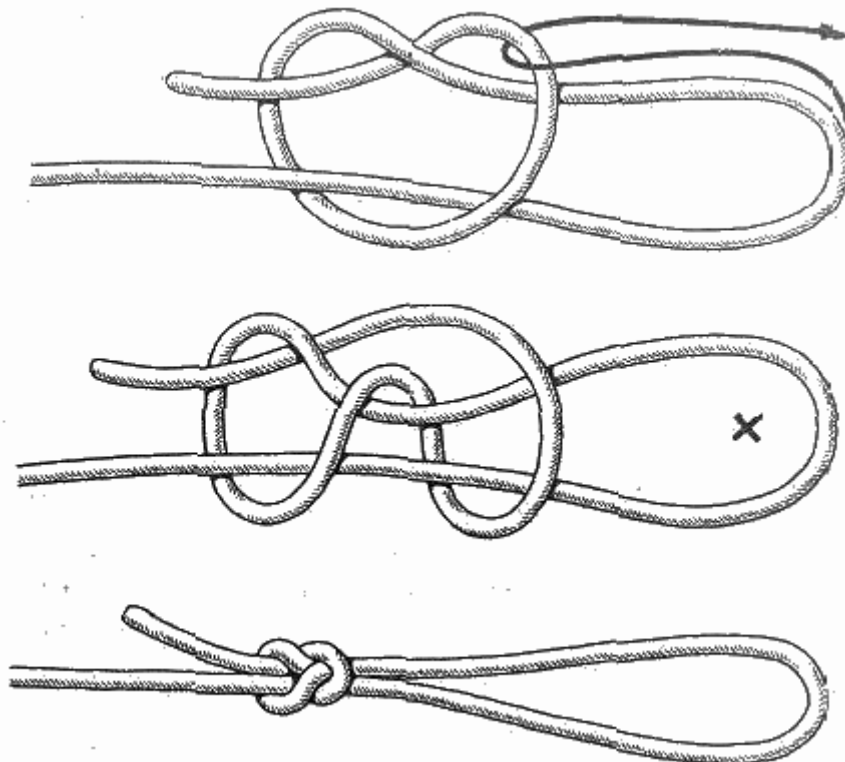

Рис. 86. Силковый узел
**Силковый узел** (рис. 86). Этот узел позаимствован из незамысловатой техники птицеловов. Силки, сделанные из конского волоса или самой тонкой нейлоновой лески с помощью такого узла, действуют безотказно. Силковый узел считается одним из наиболее плавно и легко затягивающихся узлов.